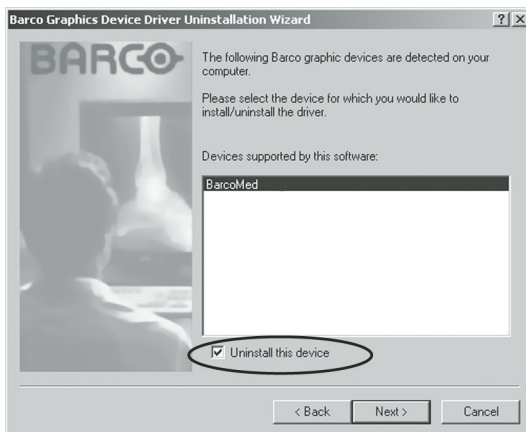

Figura 66
5. En la siguiente pantalla (consulte figura 66 en la página 177), **active** la casilla de verificación al lado de “Uninstall this device” y haga clic en **“Siguiente”** para continuar.